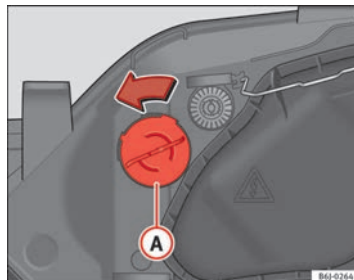

Abb. 160 Blinklicht
- Drehen Sie den Lampenträger ⇒ Abb. 160 Ⓐ nach links und ziehen Sie.